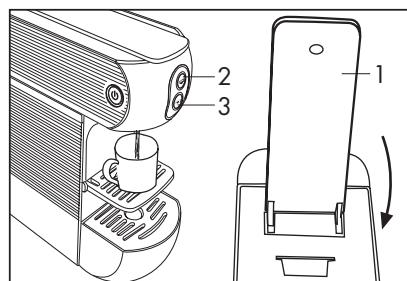

Fig. 10
- Cierre completamente la palanca (1), pulse el botón dispensador (2) y púlselo otra vez para detener la dispensación cuando se alcanza la cantidad de bebida deseada (**Fig. 10**). En caso de dificultad de cierre, vuelva a abrir completamente la palanca y cerrar.
- Durante la dispensación el botón dispensador (2) parpadea y termina cuando la dispensación se detiene.
- Para preparar un café largo (tipo Americano) pulse el botón dispensador (2) y después de preparar el café expreso y haber expulsado la cápsula gastada, dispense la cantidad de agua caliente deseada.
- Para extraer la cápsula levante lentamente la palanca (1). Si la cápsula no es expulsada, repita la operación o presione el botón dispensador (2) y al mismo tiempo levante la palanca (1).